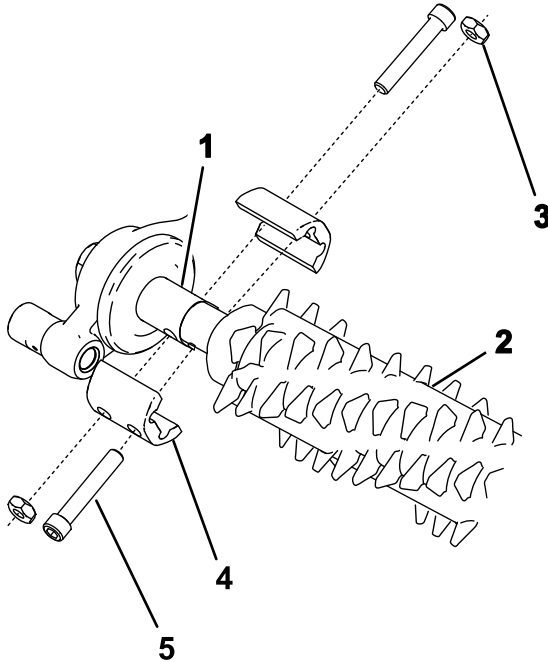

图23
- 将疏草刀与疏草刀驱动箱和怠轮总成对齐图23。
3. 如图23所示将疏草刀固定到机器并上紧螺栓。